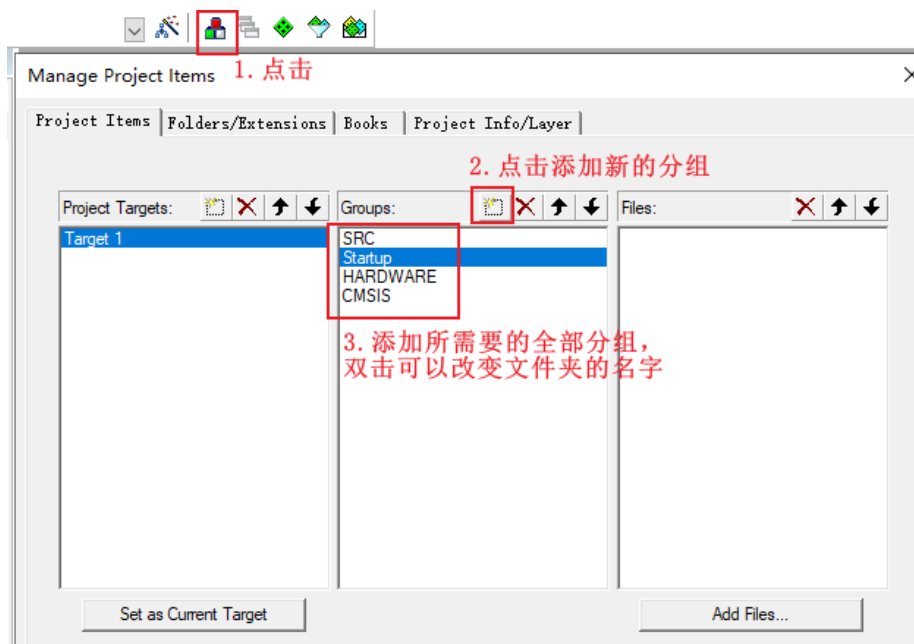

图 1.26 添加新分组并命名
2. 在工程目录下新建 4 个分组 (SRC、Startup、HARDWARE、CMSIS), 分别用来存放启动文件、库函数文件和自己编写的文件, 点击 , 在 Manage Project Items 中点击  建立新的分组并命名, 操作步骤如下图 1.26 所示。